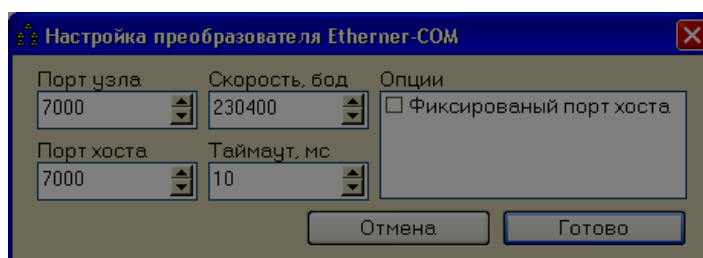

Рисунок 2.5. Программирование рабочих настроек.
- нажать кнопку «Прочитать», на экран выводится окно рабочих настроек (см. рисунок 2.5);